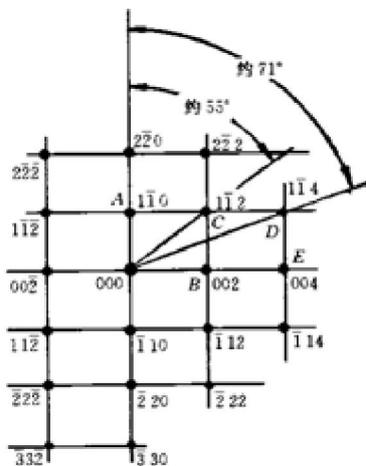

图 1 某低碳钢基体铁素体相的电子衍射花样
(3) 这是因为实际的样品晶体都有确定的形状和有限的尺寸, 因而, 它的倒易点不是一个几何意义上的点, 而是沿着晶体尺寸较小的方向发生扩展, 扩展量为该方向实际尺寸的倒数的 2 倍。
4. 单晶电子衍射花样的标定有哪几种方法? 图 1 是某低碳钢基体铁素体相的电子衍射花样, 请以尝试—校核法为例, 说明进行该电子衍射花样标定的过程与步骤。